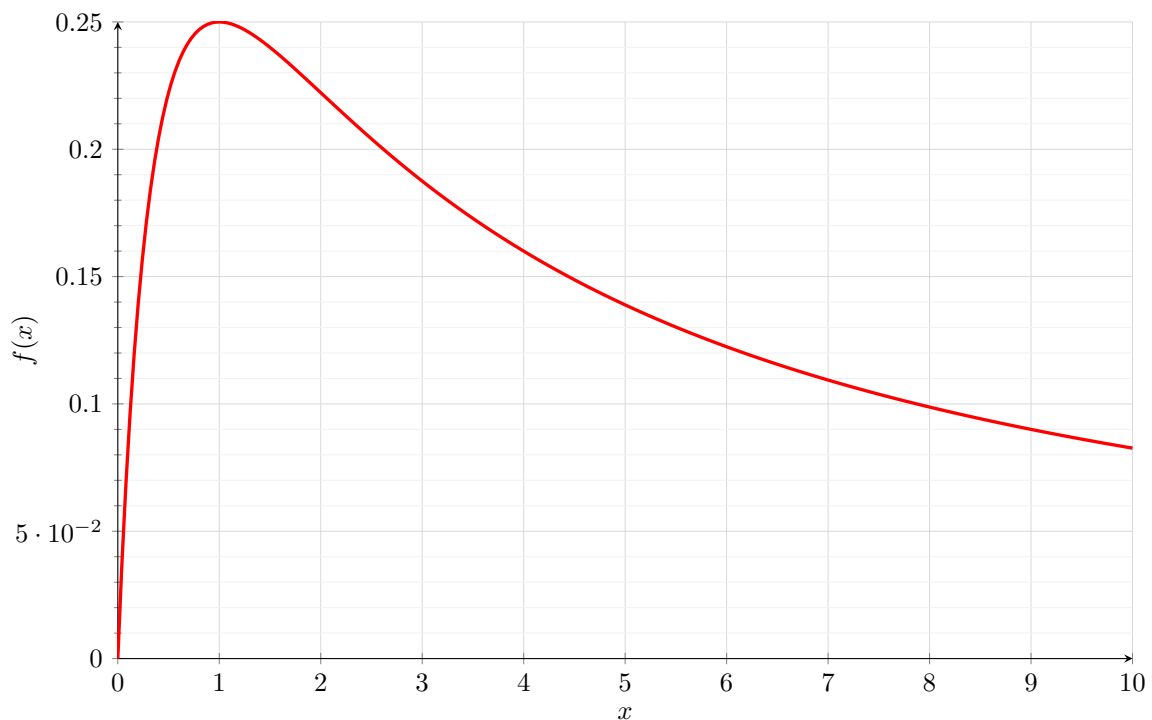

FIGURE 1.2 – Courbe représentative de $f(x) = \frac{x}{(1+x)^2}$.
4. À partir des informations précédentes et de la figure 1.2, déterminer à quelle condition sur $\frac{r_e}{r_s}$ un couple « générateur-récepteur » appartient à l'une des deux branches suivantes de l'électrocinétique :